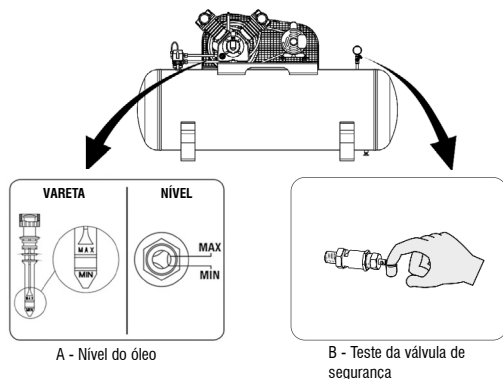

Fig. 15 – Procedimento de partida
- Verifique o nível de óleo, que deverá estar no centro do visor de nível (Fig 15).
- Verifique o funcionamento da válvula de segurança (Fig 15 - B).